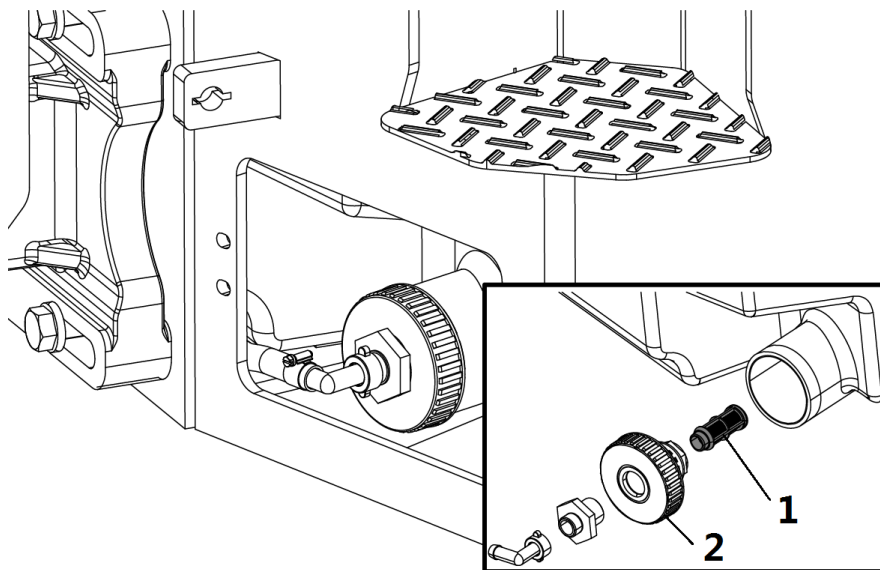

Рисунок 5-26: Фильтровальная сетка водяного бака
2. Открыть сливное отверстие под водяным баком (рисунок 5-26).